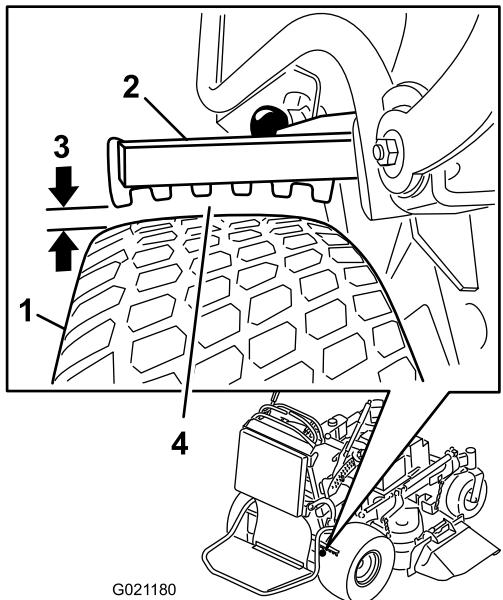

Figure 61
6. Utilisez le côté présentant le plus petit espace, et faites en sorte que la distance se situe entre 3 et 6 mm (1/8 et 1/4 po), comme montré à la Figure 61; voir Réglage des freins \(page 45\) quand un réglage est nécessaire.
5. Réglez la chape (Figure 61).